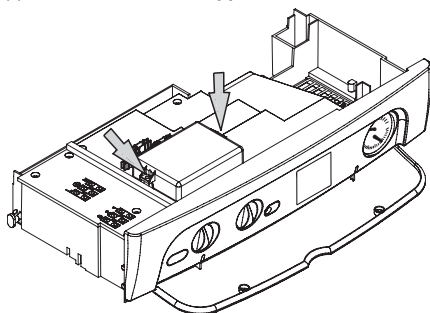

Рисунок 5.26
- Открутите два винта, см. Рисунок 5.26 и откройте крышку клеммной колодки соединения внешнего датчика.
Отвинтите соответствующие винты и снимите крышку клеммной колодки (Рисунок 5.26).